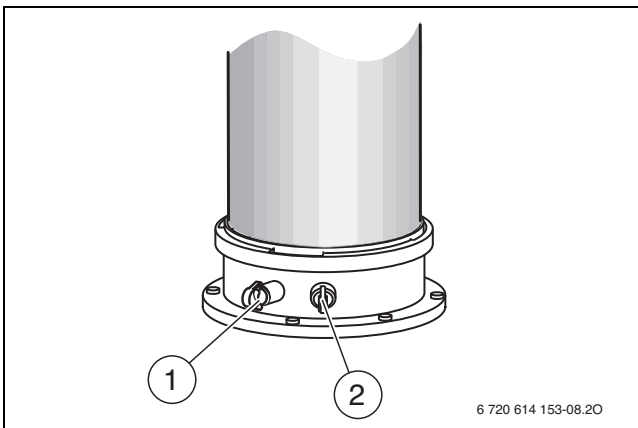

Bild 54 Abgasmessstutzen und Verbrennungsluft-Messstutzen
- ▶ Stopfen am Verbrennungsluft-Messstutzen (→ Bild 54, [2]) entfernen.